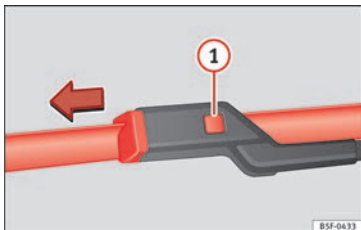

Abb. 77 Scheibenwischerblätter der Frontscheibe auswechseln.
- Entriegelungstaste » » **Abb. 77** **1** gedrückt halten und gleichzeitig das Scheibenwischerblatt in Pfeilrichtung abziehen.